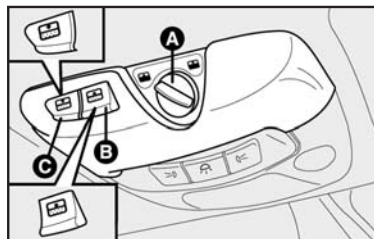

fig. 85
Com a chave de ignição na posição **MAR**, girar o botão de comando **A-fig. 85** no sentido horário, escolhendo uma entre as 5 posições de abertura disponíveis.
O teto solar possui uma persiana para-sol comandada eletricamente, pelos botões **B e C-fig. 85**, que tem a função de evitar os raios solares.
Abertura das lâminas de vidro (movimento horário do botão - A-fig. 85)
A abertura da persiana é feita automaticamente apertando o interruptor **B-fig. 85**.
1) apertando o interruptor **B** ou **C-fig. 85**;
O fechamento da persiana é feito apertando o interruptor **B-fig. 85**.
1) apertando o interruptor **B** ou **C**-**fig. 85**;
Nota: para retornar ao funcionamento elétrico do teto solar, após procedimento manual de emergência, o botão **A-fig. 85** deve estar na posição "O" e ser pressionada até o fechamento elétrico total do teto solar.
Após ter realizado o fechamento total do teto solar, por meio da chave do veículo ou do controle remoto, o botão de comando A-fig. 85 irá permanecer na posição em que se encontrava antes da operação. O posicionamento do botão de comando em qualquer das posições disponíveis irá comandar a abertura do teto para a posição equivalente à selecionada (exceto para a posição de fechamento total, uma vez que o teto já se encontrará nesta posição).
- apertando o botão de comando **A-fig. 85** para cima (restabelece o movimento interrompido anteriormente),
- girando o botão de comando **A-fig. 85** em uma outra posição.
- colocar o botão seletor **A-fig. 85** na posição "0" (zero), completamente fechado;